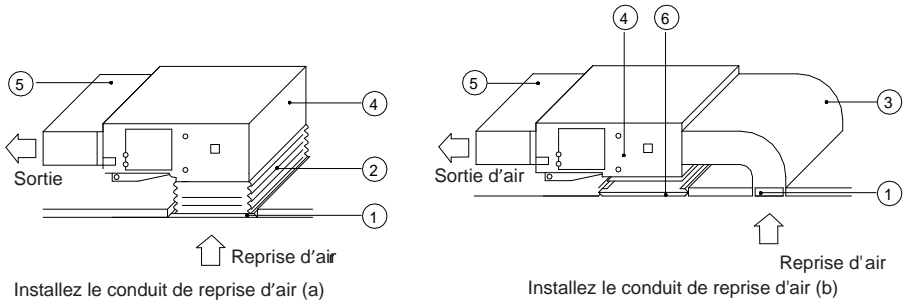

Fig.38
- (3). Si vous souhaitez utiliser la reprise d'air inférieure, échangez simplement le cadre rectangulaire et le couvercle de reprise d'air.
- (4). Connectez une extrémité du conduit de reprise d'air à la sortie de reprise d'air de l'unité grâce à des rivets, et connectez l'autre extrémité à la grille de reprise d'air. Afin de pouvoir ajuster librement et facilement la hauteur, vous pouvez raccourcir le conduit en toile, qui peut être renforcé et plié par 8# fils de fer.
- (5). L'utilisation du mode inférieur de reprise d'air produit plus de bruit que l'utilisation du mode arrière de reprise d'air ; nous vous recommandons donc d'installer un silencieux et un boîtier de pression statique pour réduire le bruit.
- (6). La méthode d'installation doit être choisie en fonction des conditions du bâtiment et de la maintenance, etc., comme indiqué dans la Fig.38.